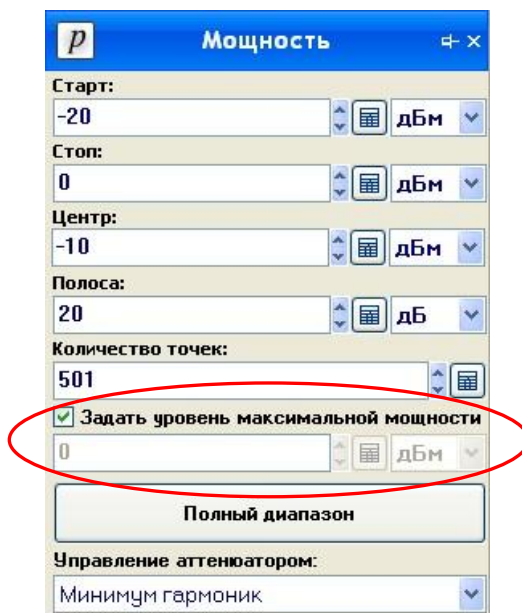

Рисунок 7.4 – Ограничение мощности
- установить флажок «Задать уровень максимальной мощности», после чего поле «Задать уровень максимальной мощности» будет заблокировано для редактирования (рисунок 7.4).